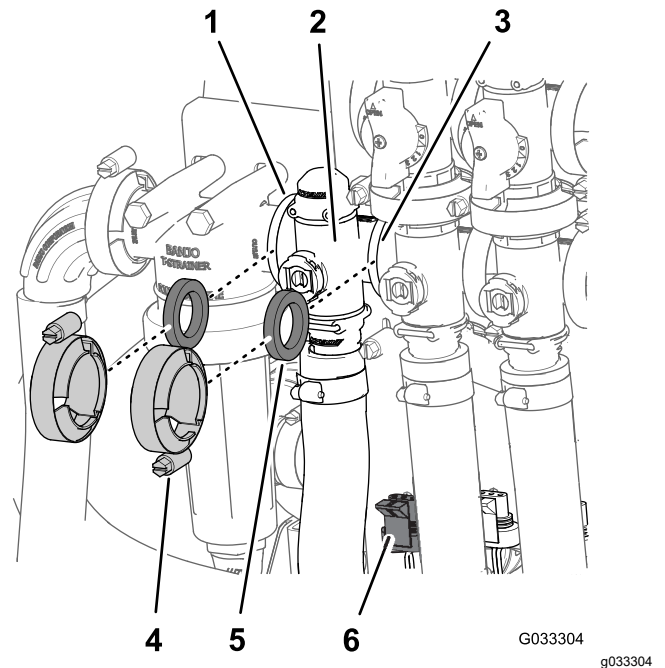

Figure 68
1. Retirez les colliers et les joints qui fixent le collecteur du régulateur de débit (Figure 68).